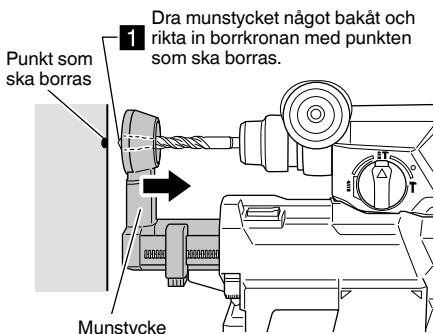

Bild 10
(1) Ta tag i munstycket med handen och dra tillbaka den en aning och rikta in borrhronan med platsen som ska borras. (**Bild 10**)